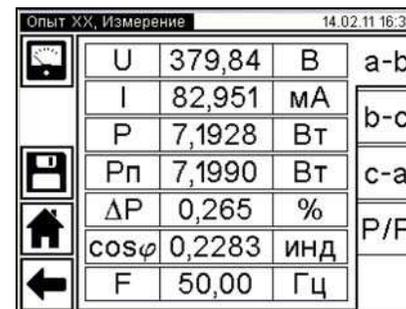
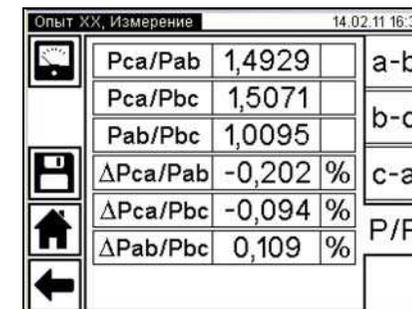

Рисунок 6.21
Рисунок 6.22
16) Выполнить измерение, для чего нажать кнопку  в окне "Опыт XX. Измерение" (рисунок 6.19). На экране появится окно, демонстрирующее динамику процесса измерения (рисунок 6.20). При необходимости процесс измерения может быть остановлен нажатием кнопки  СТОП. По завершении измерения на экран будут выведены результаты измерения (рисунок 6.21, 6.22). Для просмотра всех результатов поочередно нажимать на вкладки "a-b" (рисунок 6.21), "b-c", "c-a", "P/P" (рисунок 6.22).
11) Если в п. 5 данного раздела выбран "Внешний" (нерегулируемый) источник, после завершения измерения на экране появится окно с результатами измерения по данным фазам (рисунок 6.21).
12) Если в п. 5 выбран "Регулятор", то после завершения измерения на экране появится окно «Сброс напряжения» (рисунок 6.26) с требованием снять напряжение на выходе внешнего источника. Ручкой регулятора плавно снизить напряжение источника до нуля, после чего на экране появится окно с результатами измерения по данным фазам (рисунок 6.21).
17) Для просмотра всех результатов поочередно нажимать на вкладки "a-b" (рисунок 6.21), "b-c", "c-a", "P/P" (рисунки 6.21, 6.22).
13) Для просмотра всех результатов поочередно нажимать на вкладки "а-б" (рисунок 6.21), "b-c", "с-а", "P/P" (рисунки 6.21, 6.22).